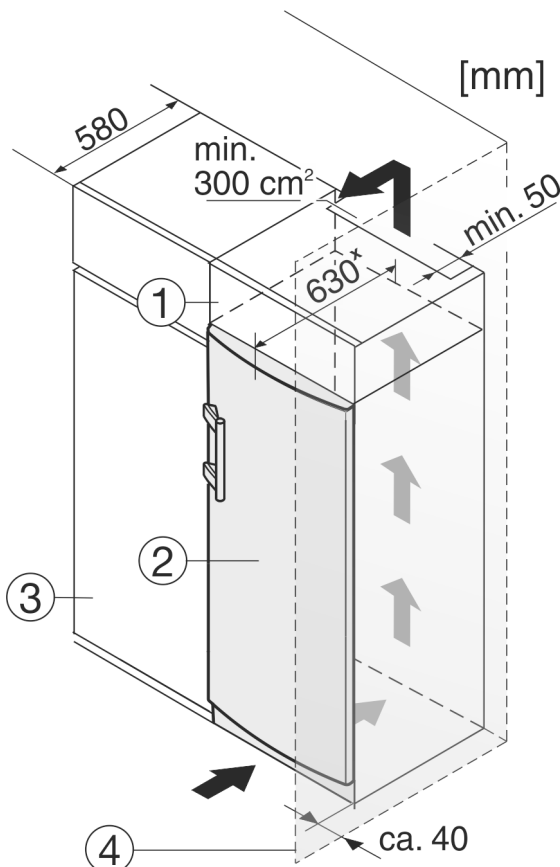

Fig. 12
Het apparaat kan in keukenkasten worden ingebouwd. Om het apparaat Fig. 12 (2) aan de hoogte van het keukenblok aan te passen, kan boven het apparaat een opzetkast Fig. 12 (1) worden aangebracht.
Bij een ombouw met keukenkasten (diepte max. 580 mm) kan het apparaat direct naast de keukenkast Fig. 12 (3) worden geplaatst. Het apparaat staat aan de zijkant 34 mm * en in het midden van het apparaat 50 mm * tegenover de voorkant van de keukenkast.
Wanneer het apparaat met de scharnieren naast een wand Fig. 12 (4) wordt geplaatst, moet de afstand tussen het apparaat en de wand minimaal 40 mm bedragen. Dit komt overeen met de uitsteekmaat van de handgreep bij geopende deur.